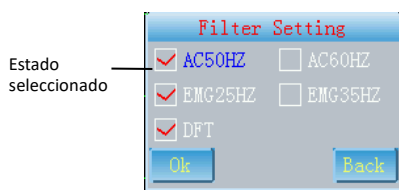

Fig. 7-3
1.  Acceder a la interfaz "Filter Setting" (ajustes de filtro) como en la Fig.7-3.